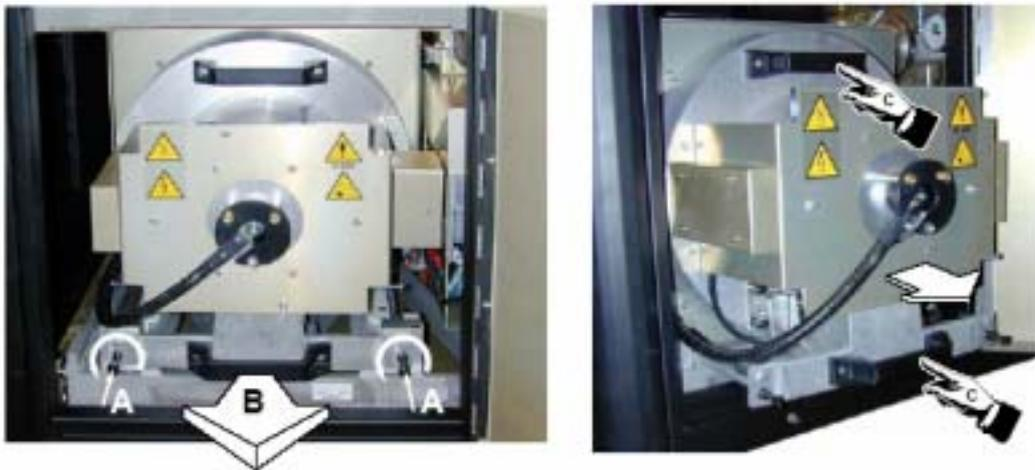

图 7-2 灯箱的卸除
2. 抓住灯组件底部的手柄(B)，将它部分地滑出数字放映机主框架。(图7-2)